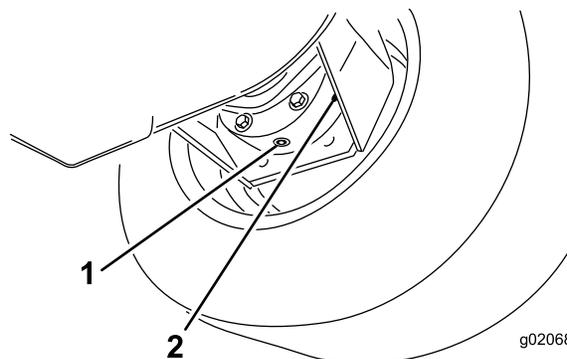

Figura 69
3. Mettete una bacinella sotto la scatola del freno, togliete il tappo di spurgo e lasciate defluire l'olio (Figura 69).